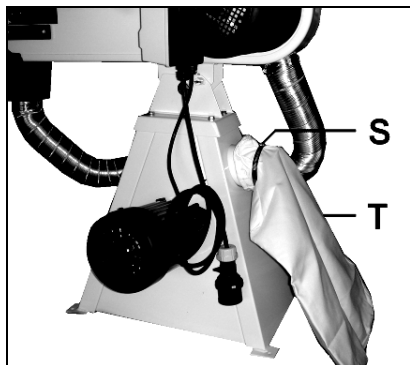

Fig 8
Fixer le sac de filtrage (T, Fig 8) avec la pince pour tuyaux souples jointe à la livraison (S).